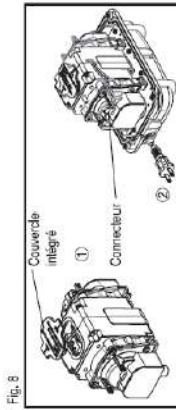

Fig. 8
- [5] Réinstallation du bloc intégré (voir la Fig. 8)**